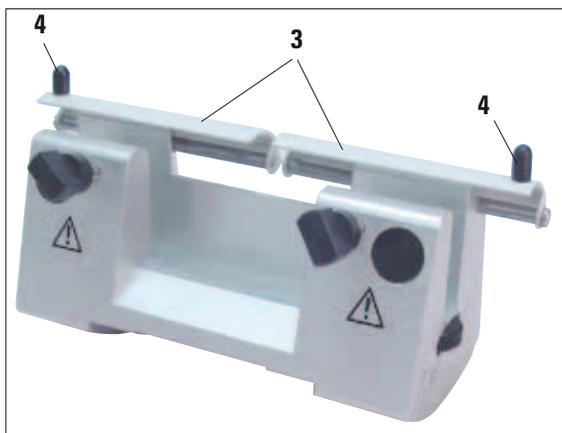

Fig. 3
Sulla protezione salvadita (3) del portalama N sono presenti maniglie (4) per effettuarne lo spostamento (fig. 3).